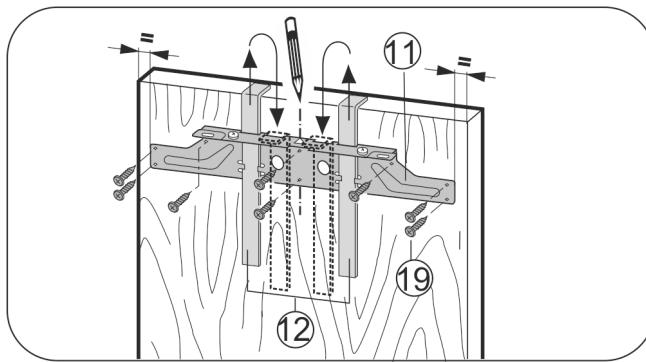

Fig. 26
- Upevňovaci traverzu Fig. 26 (11) zaveste pomocou montážnych pomôck Fig. 26 (12) na vnútornú stranu nábytkových dverí.
- Vyrovnejte upevňovaci traverzu Fig. 26 (11) v strede na dverách.
- Upevňovaci traverzu Fig. 26 (11) priskrutkujte minimálne 6 skrutkami Fig. 26 (19).
- Upevňovaci traverzu Fig. 26 (11) priskrutkujte na okraji minimálne 4 skrutkami Fig. 26 (19).
- Montážne pomôcky Fig. 26 (12) vytiahnite smerom nahor a zasuňte ich otočené do vedľa ležiacich upevňovacích otvorov.